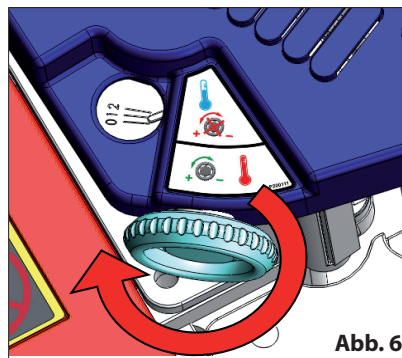

Abb. 6
- Wenn die Menge des aufgetragenen Klebstoffs nicht passt: Wenn die Maschine die Betriebstemperatur erreicht hat, bereiten Sie die Testkante und das Klebeband vor. Stellen Sie die Menge des auf das Rad aufgetragenen Klebstoffs für den gewünschten Vorgang ein (Abb. 6). Das Justierrad nach links drehen vergrößert, nach rechts drehen verringert die Klebstoffmenge. Die Menge an Klebstoff ist auf der Skala angezeigt.